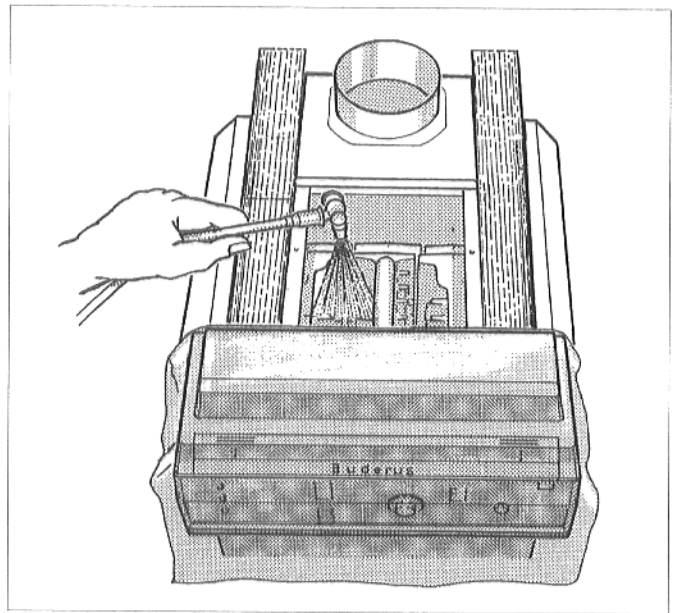

Abb. 36: Sprühreinigung
- Heizgaszüge von oben gleichmäßig mit dem Reinigungsmittel einsprühen (Abb. 36).